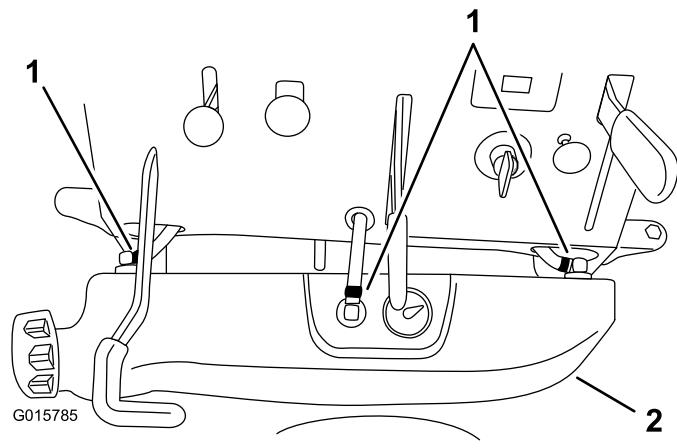

図 4
9. タンクをできるだけ上方前方に持ち上げる（図 4）。
10. 燃料タンクについている 3 本の換気ホースのクランプをゆるめてホースを外す（図 4）。